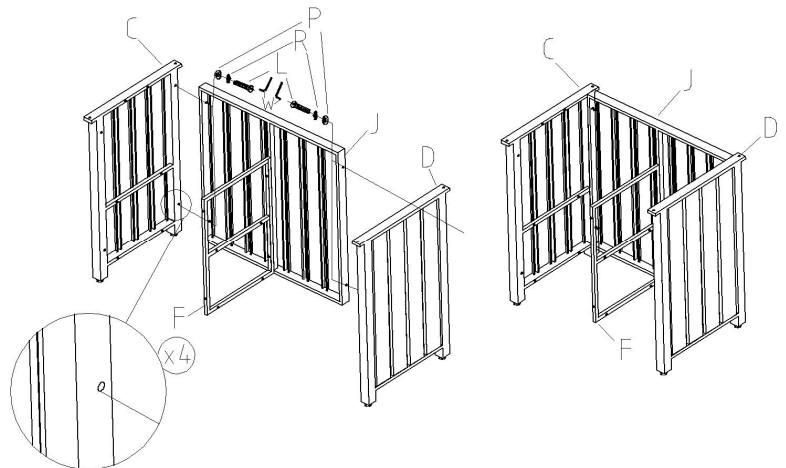

Figura 2
2. Monte el lado izquierdo (C), el lado derecho (D) y el dorso (J) junto con 4 tornillos $\frac{1}{4}$ in x 30 mm (L), 4 arandelas planas (P) y 4 arandelas de resorte (R) con el uso de la llave Allen (W), (ver la figura 2).